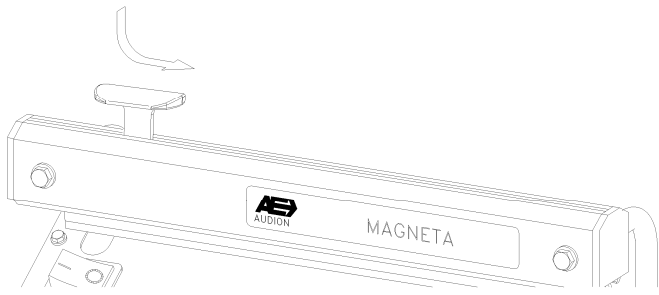

Fig. 1
5. O "plástico" pode ser cortado fazendo deslizar a lâmina de corte ao longo do "braço" da máquina enquanto este está sendo pressionado para baixo (Fig. 1).
5. Overskæring af folien sker ved at trykke knivholderen ned og føre denne på tværs af kæben under svejse- og køletiden. (fig. 1).
5. Vid avskärning: Pressa ned knivhållaren och för knivsläden snabbt över folien under tiden armen är i nedpressat läge (fig.1).
5. Folien kan kuttes ved å trykke den røde knivholderen på sveisearmen ned og samtidig skyve den til den andre siden av armen, mens denne er nede (fig.1).